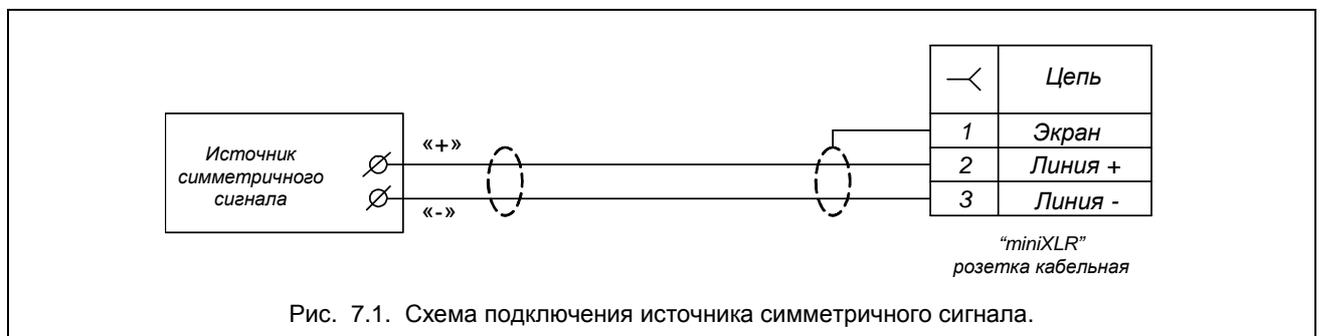

Рис. 7.1. Схема подключения источника симметричного сигнала.
7.8. Подвести сигнал звуковой программы к передатчику. НЧ сигналы левого и правого стереоканалов (или монофонического сигнала) рекомендуется подводить по симметричному экранированному кабелю от источника симметричного сигнала (симметрирующего трансформатора), для чего к кабелю со стороны передатчика распаять разъемы типа «miniXLR» из комплекта поставки в соответствии со схемой рис. 7.1 и подключить их к разъемам «ВХ. А» и «ВХ. Б» на задней панели передатчика. В случае подачи программы в цифровом формате AES3 разъем распаивается аналогично и подключается ко входу «AES3» на задней панели.